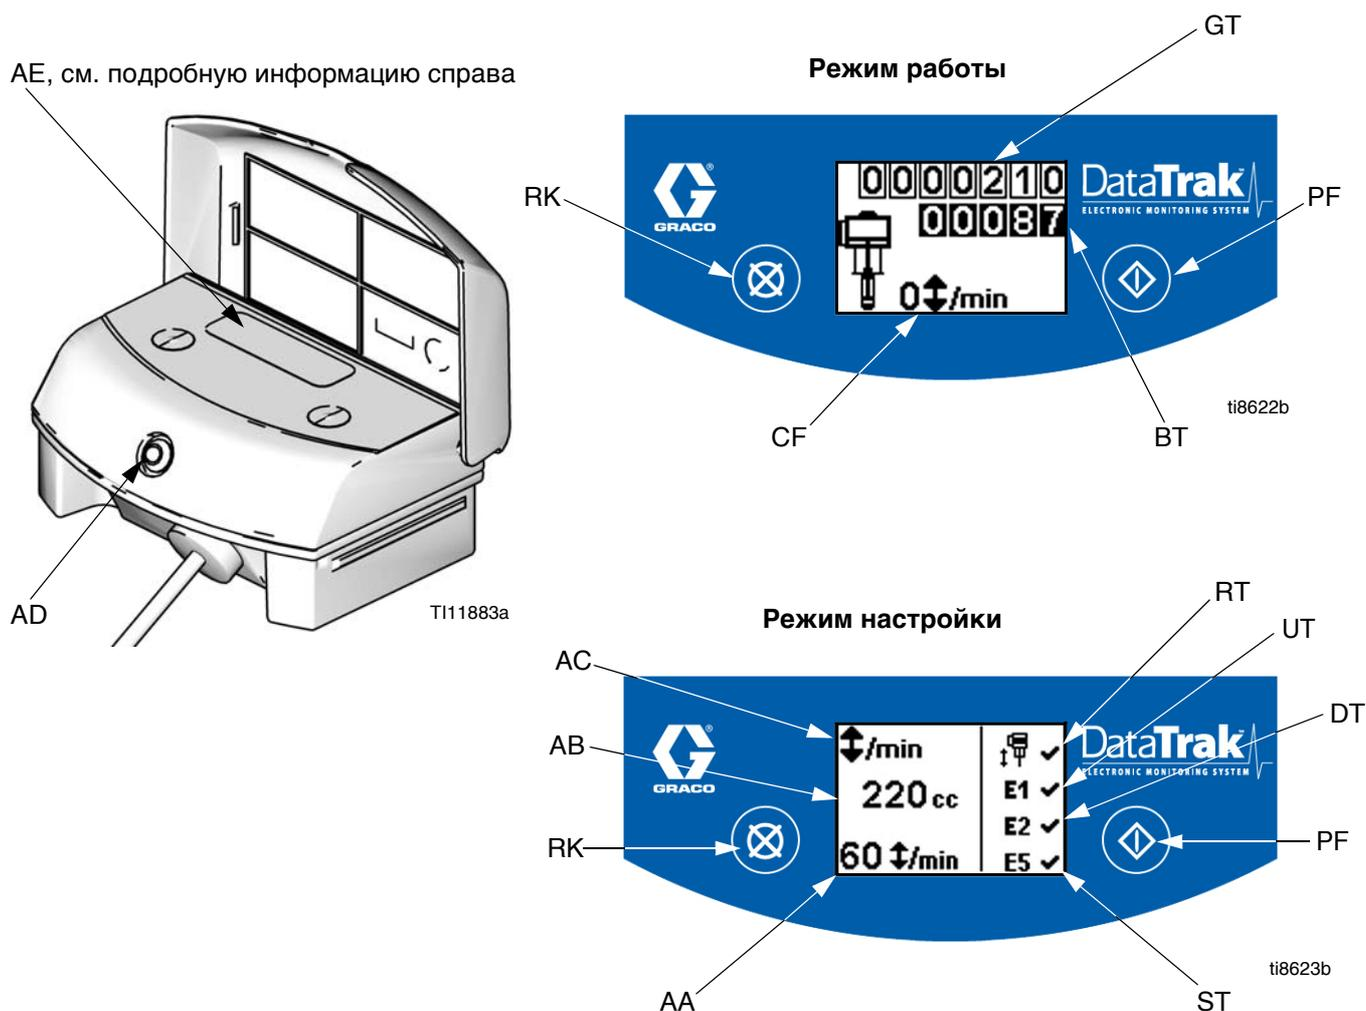

Рис. 7. Элементы управления и индикаторы модуля DataTrak
Расшифровка обозначений на Рис. 7.
- См. Рис. 7. Нажмите и удерживайте  в течение 5 секунд, пока не появится меню настройки.
ПРИМЕЧАНИЕ. Если включена защита от неуправляемого разгона, а также опции ошибок E1, E2 и E5, на экране настройки появится . См. Рис. 7.
- См. Рис. 7. Если происходит неуправляемый разгон насоса, защитный электромагнит приводится в действие и останавливает насос. Светодиодный индикатор (AD) начнет мигать, и дисплей (AE) укажет состояние разгона (см. Табл. 1). На дисплее будут циклически повторяться шесть сообщений с инструкциями.
- Экраны разгона 1 и 2: для возврата электромагнита защиты от разгона в исходное состояние, закройте главный воздушный клапан (E). Подождите, пока воздух полностью не выйдет из пневматического двигателя.
- Экраны разгона 3 и 4: после того как выйдет воздух, нажмите кнопку выключения электромагнита (J), чтобы вернуть воздушный клапан в исходное состояние. Кнопка снова появится на экране, после того как на воздушный клапан будет подано давление.
- Для перезапуска насоса откройте главный воздушный клапан (E).
ПРИМЕЧАНИЕ. Чтобы отключить защиту от неконтролируемого разгона, перейдите в режим настройки и установите для разгона значение 0 (ноль) или переведите переключатель (RT) в положение "выкл"  (см. Рис. 7).
1. См. Рис. 7. Для входа в режим заправки/промывки нажмите любую кнопку, чтобы включить дисплей, а затем нажмите . На дисплее появится символ заправки/промывки, и светодиодный индикатор начнет мигать
2. При включенном режиме заправки/промывки защита от неуправляемого разгона отключена, и счетчик партий продукции (BT) не выполняет подсчет. Общий счетчик (GT) продолжает выполнять подсчет.
См. Рис. 7. Последняя цифра на счетчике партий продукции (BT) означает десятые доли галлонов или литров. Чтобы обнулить счетчик, нажмите любую кнопку для включения дисплея, а затем нажмите и удерживайте  в течение 3 секунд.
См. Рис. 7. Дисплей (AE) отключится через 1 минуту пребывания в неактивном состоянии в рабочем режиме или через 3 минуты в режиме настройки. Для включения дисплея нажмите любую кнопку.
Модуль DataTrak может диагностировать некоторые проблемы в работе насоса. Если монитор обнаруживает проблему, то светодиодный индикатор (AD, Рис. 7) будет мигать и на дисплее появится код диагностики. См. Табл. 1.